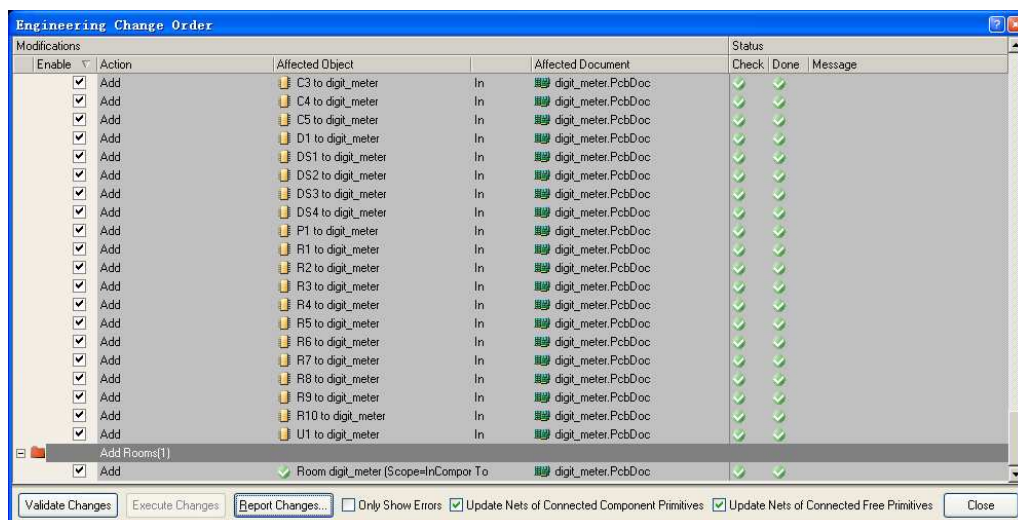

图 7.84 应用更新后的“Engineering Change Order”对话框
(3) 单击“Execute Changes”按钮，应用所有已选择的更新，“Engineering Change Order”对话框内列表中的“Status”下的“Check”和“Done”列将显示检查更新和执行更新后的结果，如果执行过程中出现问题将会显示❌符号，若执行成功则会显示✅符号。应用更新后的“Engineering Change Order”对话框如图 7.84 所示。